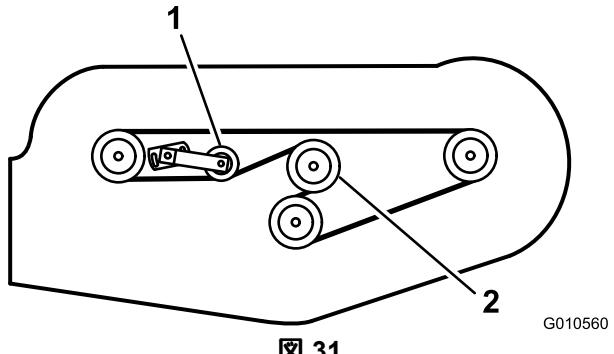

図 31
6. 新しいベルトをギアボックスの周囲からスピンドルプーリ、固定アイドラプーリ、可動調整可能プーリへと回し掛ける図 31。